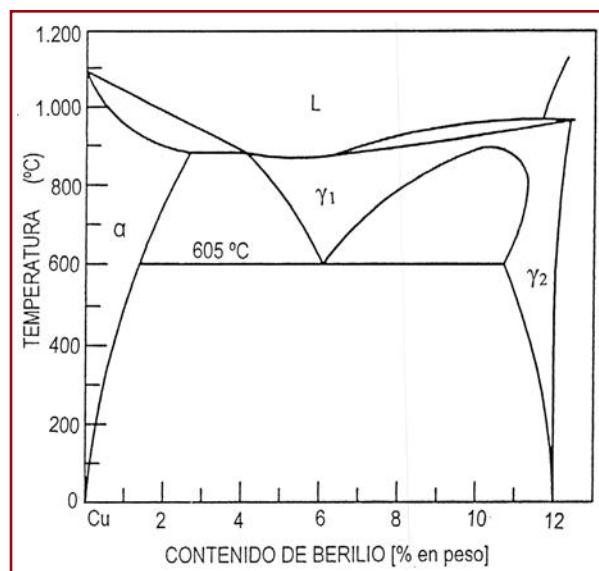

Figura 2.20. Porción rica en cobre del diagrama de fases del sistema cobre-berilio [Cu-Be].
Las aleaciones **cobre-berilio**, están clasificadas dentro de las del conjunto de cobres poco aleados; ver **tabla 1.I.** Esto es debido, principalmente, a baja solubilidad del berilio (**Be**) en el cobre (**Cu**): (1) solubilidad de 2,40 por 100 (**Be** ≤ 2,40%) a la temperatura de 860 °C; (2) solubilidad próxima al 0,60 por 100 (**Be** ≤ 0,60%) a la temperatura de 400 °C; y (3) solubilidad inferior al 0,25 por 100 (**Be** < 0,25%) a la temperatura ambiente. Según se puede apreciar en el diagrama de fases; **figura 2.20**.